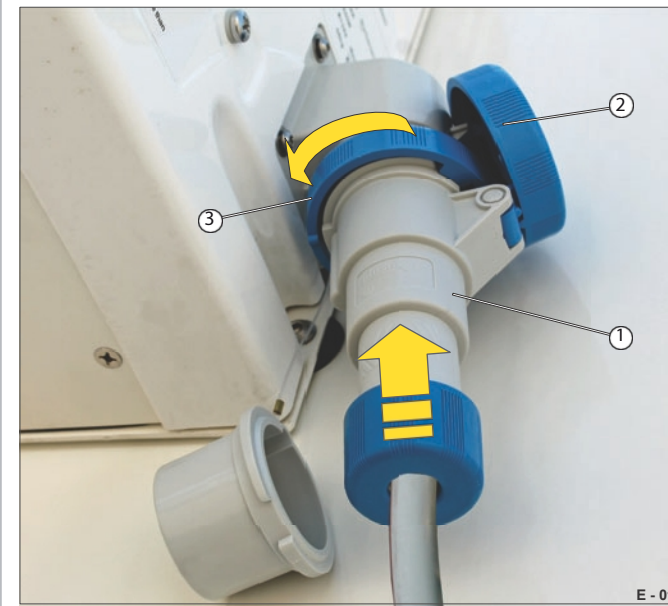

Fig. 13 Adapterplugg satt inn
- Åpne og hold dekselet (fig. 13/2).
- Sett adapterpluggen (fig. 13/1) inn i strømtilkoblingen - pass på at kontaktene er satt helt inn.
- Fest adapterpluggen med skruetetten (fig. 13/3) - stram godt til.